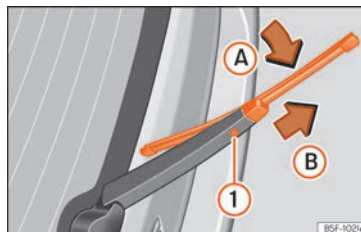

Abb. 42 Scheibenwischerblatt der Heckscheibe auswechseln.
- Wischerblatt leicht drehen » **Abb. 42** (Pfeil **A**).
- Die Entriegelungstaste ① gedrückt halten und gleichzeitig das Scheibenwischerblatt in Pfeilrichtung **B** abziehen.
- Neues Heckscheibenwischerblatt **gleicher Länge und Ausführung** auf den Scheibenwischerarm entgegen der Pfeilrichtung **B** schieben, bis der Mechanismus ① einrastet.